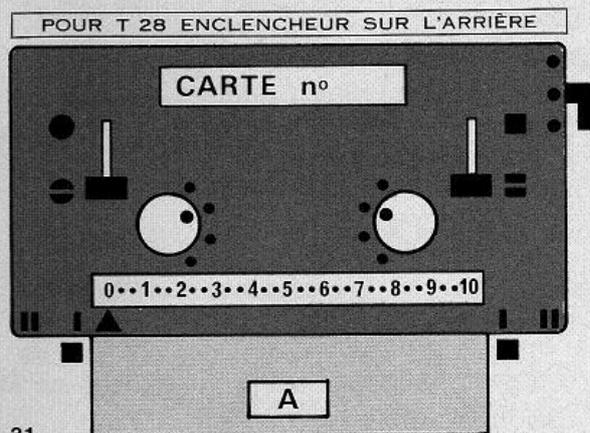

Fig. 31
T.24-T.25 : Régler comme fig. 31.
- T.24-T.25** : Régler comme fig. 31 page 11.